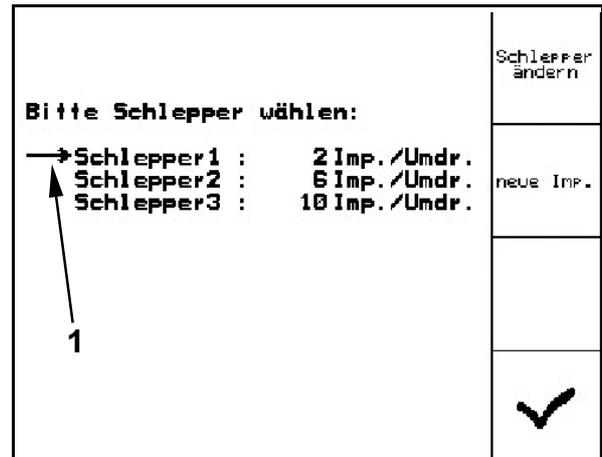

Fig. 41
2. Posicione la flecha de selección (Fig. 41/1) con ayuda de las teclas o delante del remolcador deseado.